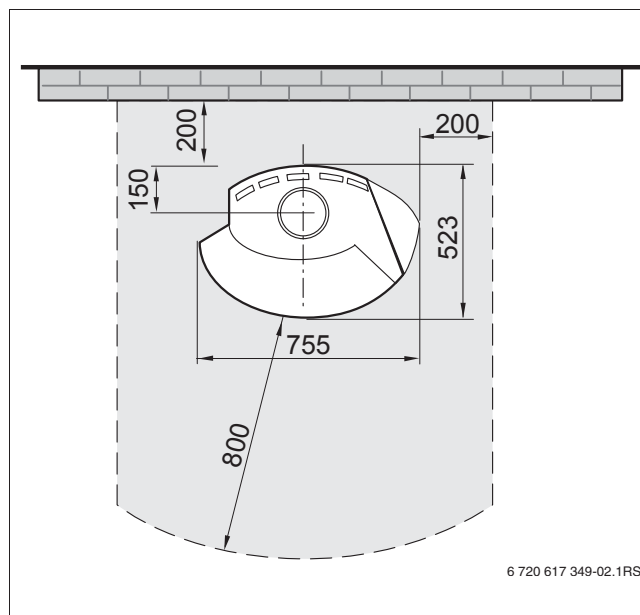

Рис. 3 Безопасные расстояния (размеры в мм)
- ▶ Выдерживайте безопасные расстояния (→ рис. 3, таб. 5, стр. 8).